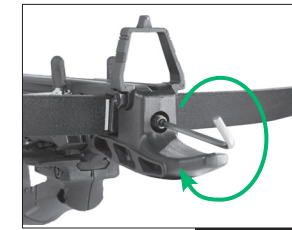

FIGURE 3
- Insérez et serrez la vis de la branche à l'aide de la GRANDE clé hexagonale en réalignant les lignes si nécessaire. NE SERREZ PAS EXCESSIVEMENT (Fig. 3).